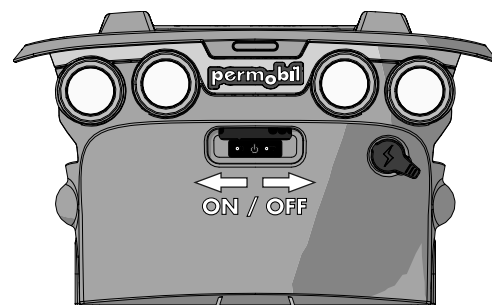

Abbildung 485. Hauptschalter.
21. Stellen Sie den Hauptschalter auf On, siehe Abb. 485.